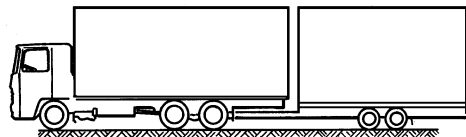

Abb. 2 Zugfahrzeug mit Starrdeichselanhänger
- **Vorderachse des Gelenkdeichselanhängers** (Abb. 2) **entbremsen**
Beim Einkuppeln eines Starrdeichselanhängers (s. Abb. 2)